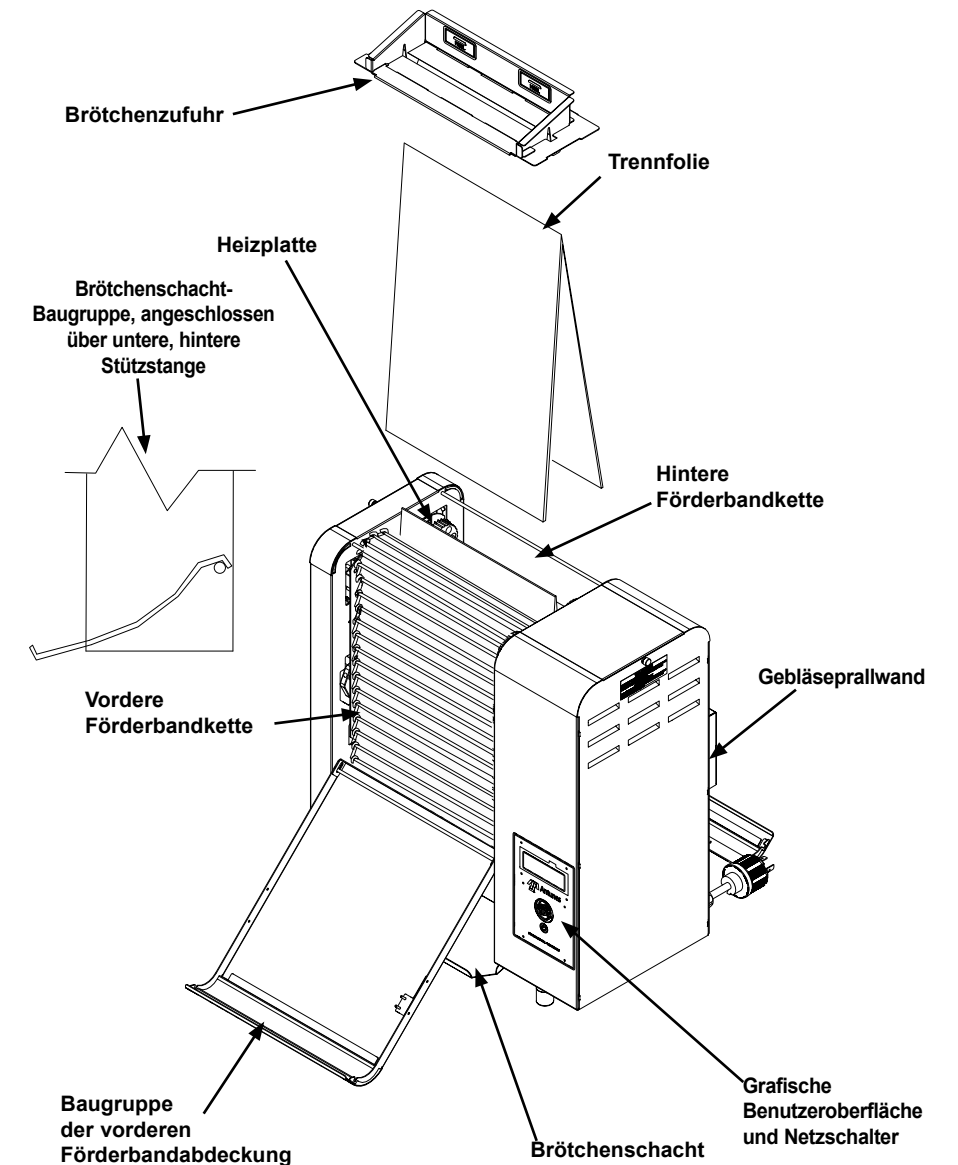

Abbildung 1. Komponenten
5. Den Brötchenschacht, die Trennfolie und die Brötchenzufuhr einsetzen, wie dargestellt in Abbildung 1.
3. Hitzeschutz-Handschuhe tragen und folgende Teile aus dem Toaster nehmen (siehe Abb. 1):